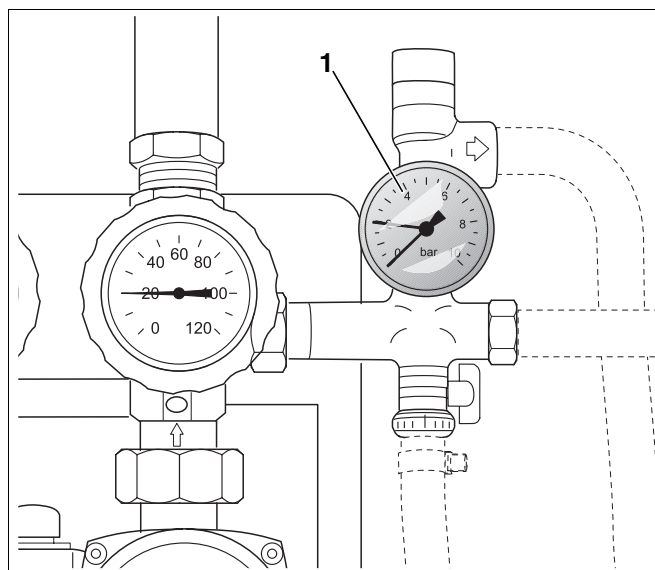

Fig. 16 Grupo de seguridad con manómetro
- ▶ Controle durante el proceso de encendido la indicación del manómetro (indicado en oscuro, fig. 16, **pos. 1**) en el grupo de seguridad.
Si, durante la conexión y desconexión de la bomba de circulación, la aguja negra del manómetro señala (fig. 16, **pos. 1**) oscilaciones de presión, habrá aire en el equipo solar por lo que deberá purgarse de nuevo.